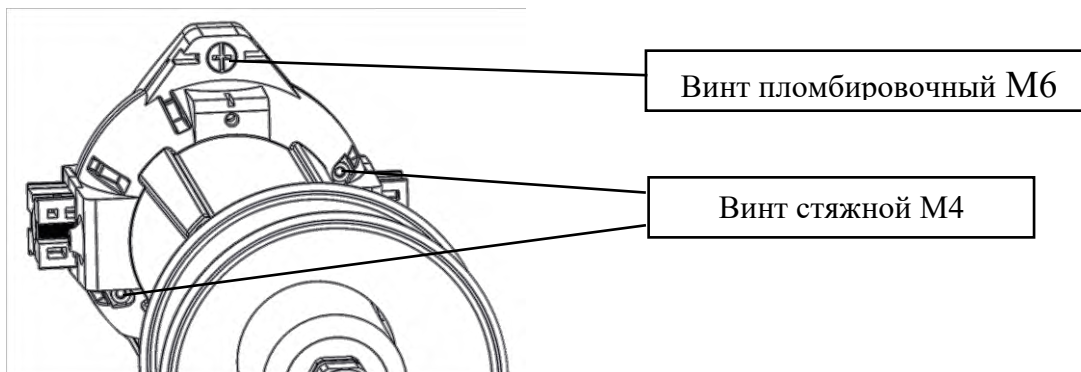

Рис. 1 – Винты фиксации верхней полусферы измерительного блока.
1. Вывинтить винт пломбировочный М6 отверткой PH2 и винты стяжные М4 (2 шт.) отверткой HEX 3 (H3) (рис. 1).